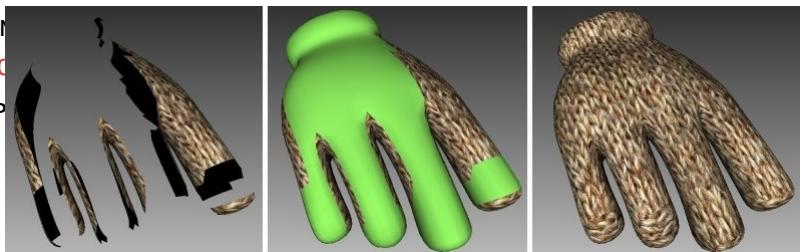

Рис. 6.11: Визуализация текстур с опцией *Отображать полигоны без текстур* и включенным и выключенным Режимом *повторения текстуры*
На текстурированных моделях нетекстурированные участки выделяются зелеными участками в середине Рис. 6.11 (справа). Режим *Повторение текстуры* в меню *Вид* позволяет включать
Если текстура на импортированной модели меньше размера самой модели, то для заполнения нетекстурированных участков, она может быть «замощена» имеющимися элементами (см. Рис. 6.11 (справа), указания по импорту моделей в разделе *Импорт моделей и сканов*). Механизм такого заполнения подобен настилу плитки на полу или повторению рисунка на обоях, т.е. текстура повторяется циклически. Чтобы включить эту опцию, выберите команду *Режим повторения текстуры* в меню *Вид*.
**Примечание:** Необходимо включить опцию *Отображать полигоны без текстур*, как сказано выше. В противном случае повторяющиеся текстуры не будут видны (см. Рис. 6.11 слева).